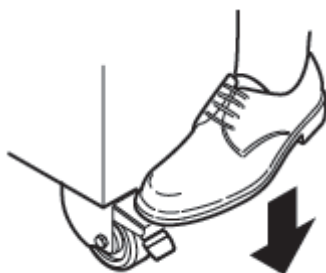

Figura 1.9
**Mantenere sempre azionati i freni di entrambe le ruote anteriori dell'unità (vedere figura 1.9)**